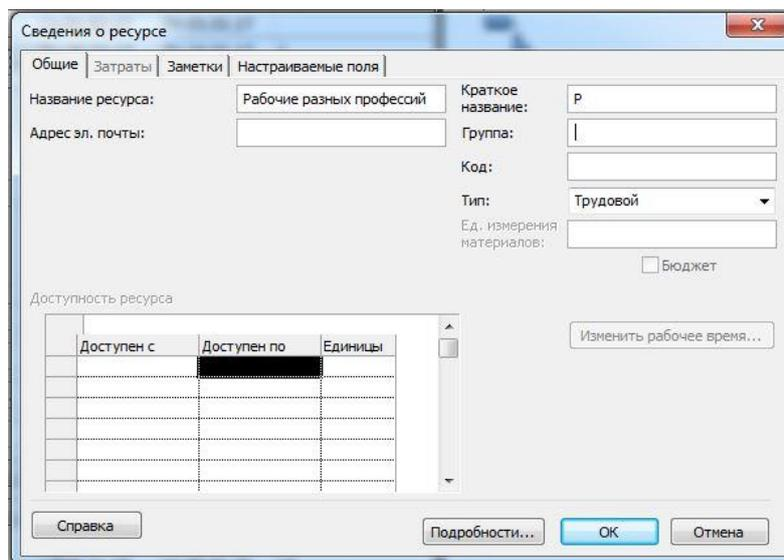

Рис. 22. Заполнение данных в окне «Сведения о ресурсе»
4) В окне «Сведения о ресурсе» заносим следующие данные (рис. 22):